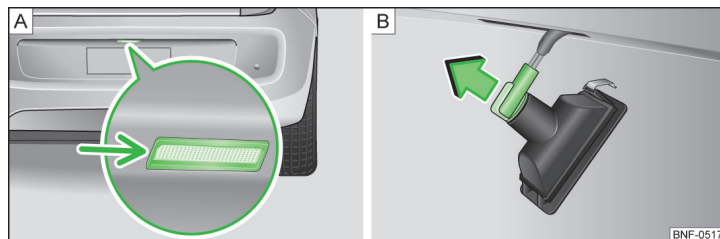

Bild 133 Demontering av nummerskyltbelysning/byte av glödlampa
- › Stick in en spårskruvmejsel i springan i området vid pilen » bild 133 - **A** och lossa lampan.
- › Vrid lampsockeln **moturs** och ta ut den i pilens riktning » bild 133 - **B**.